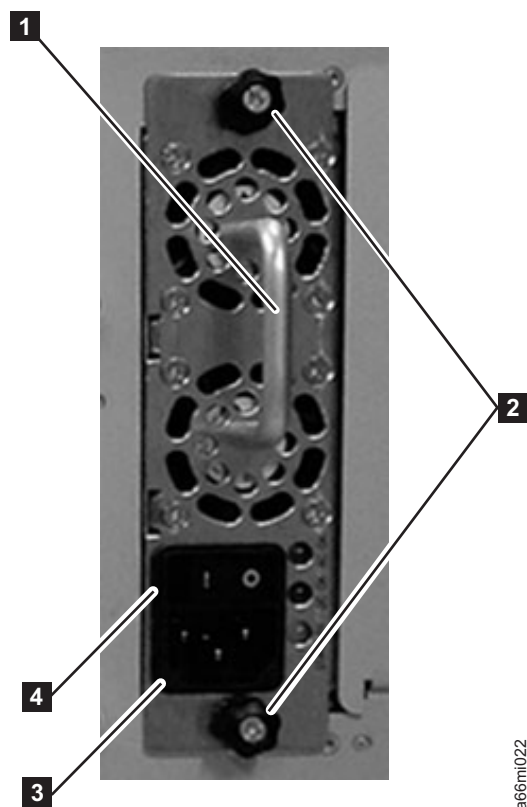

図 11-2. 制御モジュール内の 1 次電源機構
重要: 最初に、電源コードを給電部から取り外します。次に、電源機構のコンセント (図 11-2 の **3**) から電源コードを抜きます。
- 2 本 のつまみねじ (図 11-2 の **2**) を反時計方向に回して緩めます。
- ハンドル (図 11-2 の **1**) をつかみ、電源機構を下から支えながら、ゆっくり手前に引き出します。
- 電源機構を下から支えながら、ハンドル (図 11-2 の **1**) をつかみます。次に、電源機構をスロット内のガイドに合わせ、ライブラリー内に慎重に押し込みます。
- 2 本つまみねじ（11-4 ページの図 11-2 の **2**）を時計回りに回して締めます。
重要: 最初に、電源コードを電源機構のコンセント（11-4 ページの図 11-2 の **3**）に接続します。次に、電源コードを給電部に接続します。
- 電源機構を下から支えながら、ハンドル（11-4 ページの図 11-2 の **1**）をつかみます。次に、電源機構をスロット内のガイドに合わせ、ライブラリー内に慎重に押し込みます。
- つまみねじ（11-4 ページの図 11-2 の **2**）を時計回りに回して締めます。
- 電源コードを予備電源機構のコンセント（11-4 ページの図 11-2 の **3**）に接続します。
- 電源スイッチ（11-4 ページの図 11-2 の **4**）を I (オン) 位置に切り替えます。
- 予備電源機構の電源スイッチ（11-4 ページの図 11-2 の **4**）を O (オフ) 位置に切り替えます。
- 予備電源機構のコンセント（11-4 ページの図 11-2 の **3**）から電源コードのプラグを抜きます。
- 2 本つまみねじ（11-4 ページの図 11-2 の **2**）を反時計方向に回して緩めます。
- ハンドル（11-4 ページの図 11-2 の **1**）をつかみ、電源機構を手前に引き出します。このとき、コンポーネントをもう一方の手で下から支えます。